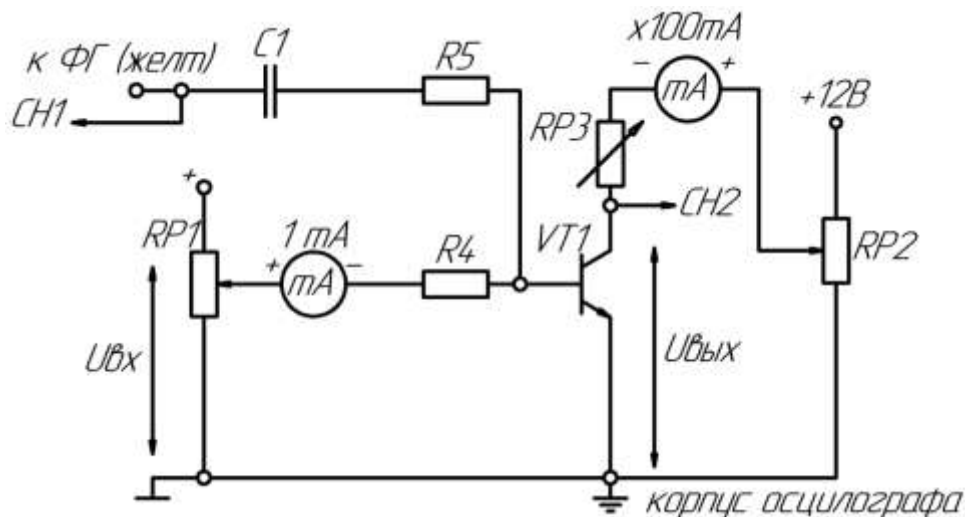

Рис.19
1) Собрать схему для исследования усилительного каскада в соответствии с рис. 19. Резистор $RP3$ установить в 200. Подключить канал CH1 осциллографа ко входу усилителя, а канал CH2 к выходу усилителя. Включить временную развертку осциллографа. Включить функциональный генератор и установить синусоидальный сигнал частотой 50 Гц, уменьшить сигнал до нуля регулятором амплитуды функционального генератора. Переключить входы CH1 осциллографа на положение «вход замкнут». Включить питание стенда. При токе $I_b = 0$ установить на потенциометре $RP2 = 2$ и далее не изменять его при всех экспериментах (не трогать ручку потенциометра $RP2$);